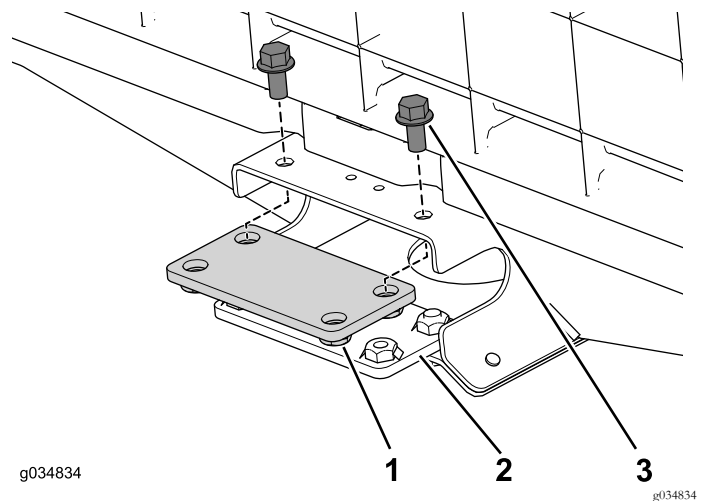

Figura 70
1. Utilice los 4 pernos con arandela prensada (3/8" x 3/4") para sujetar provisionalmente las placas de unión superior e inferior al perfil central de la sección delantera (Figura 70).